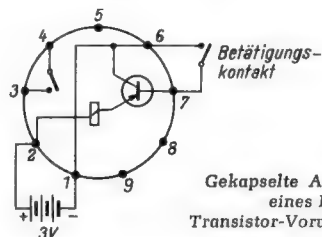

Bild 2. Gekapselte Anordnung eines Relais mit Transistor-Vorverstärker
Soll die Relaiserrögerung durch Schließen eines äußerst schwach belastbaren Kontaktes (z. B. Zeigerkontakt eines Meßinstrumentes) erfolgen, empfiehlt sich die Verwendung der Type 595 HS (B). Sie arbeitet mit einer einzigen Spannungsquelle von 3 V=. Solange der Erregerkreis offen ist (keine Verbindung zwischen den Sockelstiften 6 und 7 in Bild 2), fließt ein vernachlässigbar kleiner Strom (wenige μA), der bei geschlossenem Erregerkreis auf 4 mA – bzw. auf 40 mA im Relaiskreis – ansteigt. Ausführung B verfügt nur über einen Arbeitskontakt, dessen Belastbarkeit der Ausführung A entspricht.